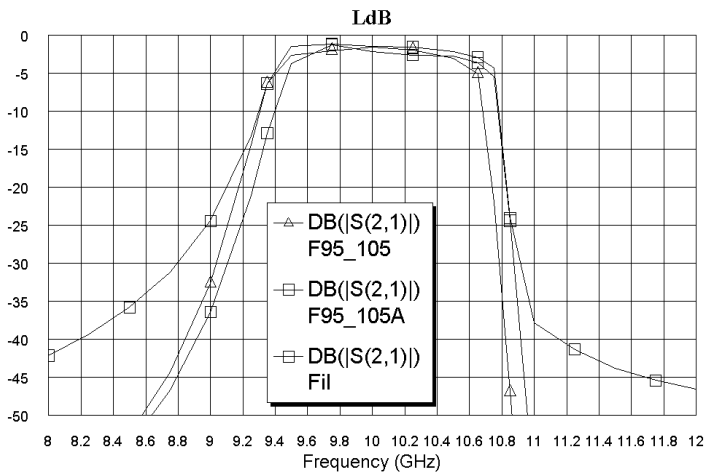

Рис. 3.76
13. Дважды щёлкните по верхней части первого резонатора, установите курсор на ромбик посередине верхней стороны и сместите её вниз на **0.05**. Аналогично укоротите все остальные резонаторы. Сделайте активным окно графика **LdB** и щёлкните по значку **Analyze** на панели инструментов. Характеристика показана на рис. 3.76.